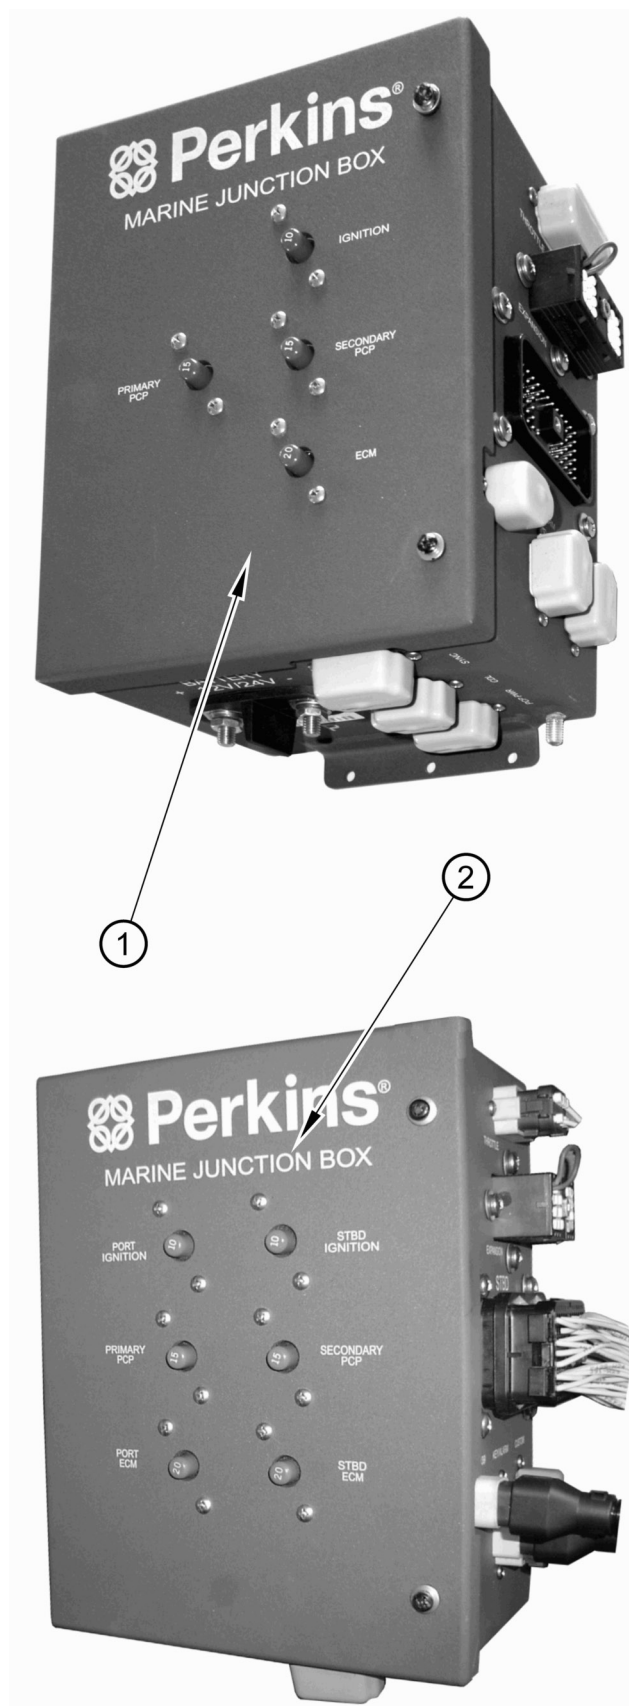

Figure 20
- Disponible pour les installations de moteur simple (Figure 20, repère 1) ou double (Figure 20, repère 2).